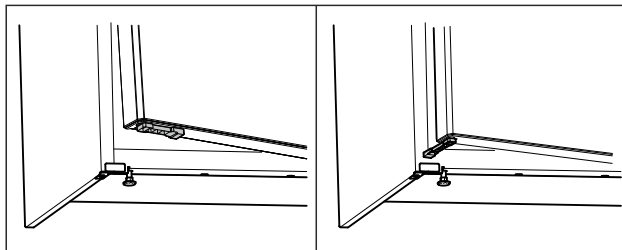

Fig. 54 *
- ▶ Завъртете ограничителя за отваряне на вратата на 90°. (виж Fig. 54) *